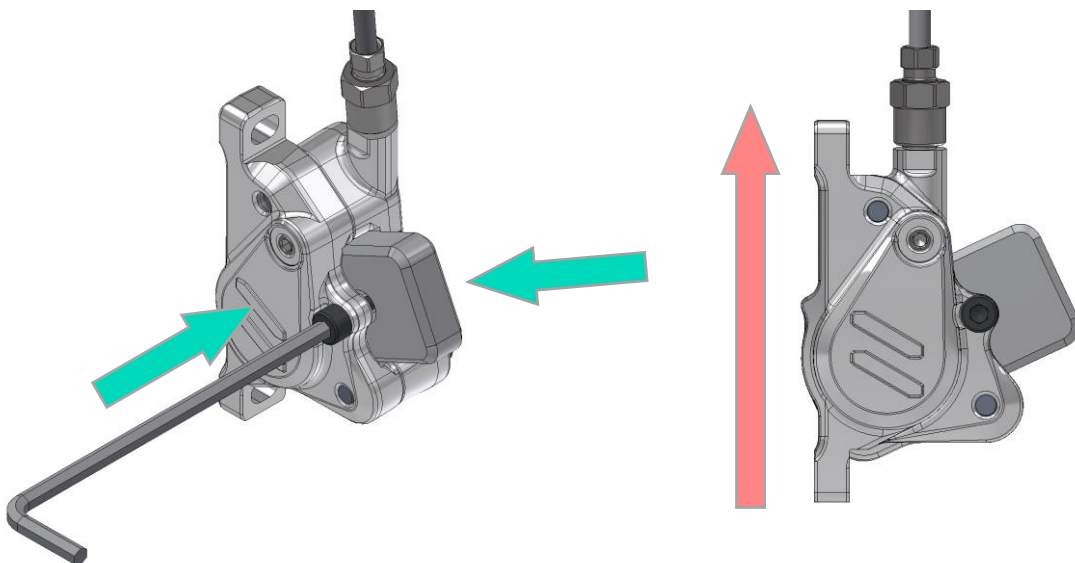

Abbildung 17 - Bremssattel mit Entlüftungsblock und vertikal ausgerichtet
- Kolbendistanzierungsblock in Bremssattel einsetzen und mit der Bremsbelaghalteschraube fixieren (siehe Abbildung 17, S. 17)
- Bremssattel vertikal ausrichten (siehe Abbildung 17, S. 17)